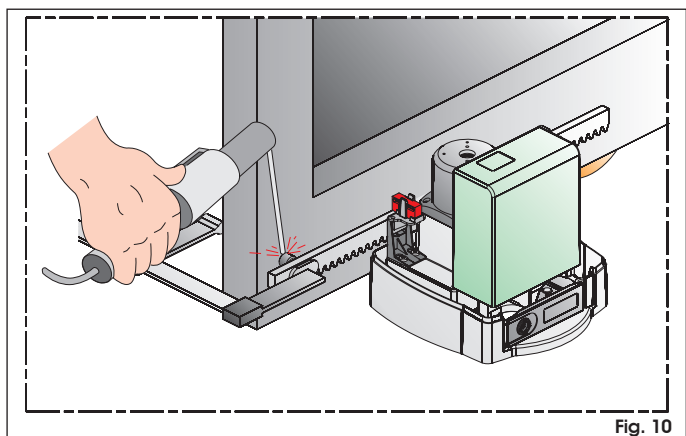

Fig. 10
4. Zet het eerste element van de tandheugel op het rondsel ter hoogte van het eerste afstandsstuk (fig. 10).
5. Bevestig het element van de tandheugel met een klem op de vleugel (fig. 10).
10. Las de drie afstandsstukken van het element vast (fig. 10).